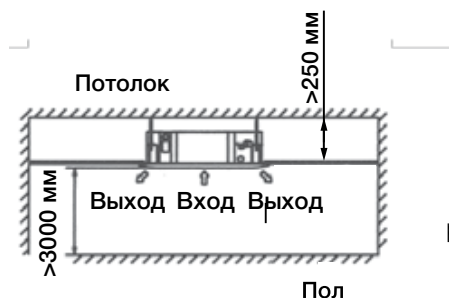

рис. 1
- имеется достаточно места для монтажа и технического обслуживания (рис. 1, 2);